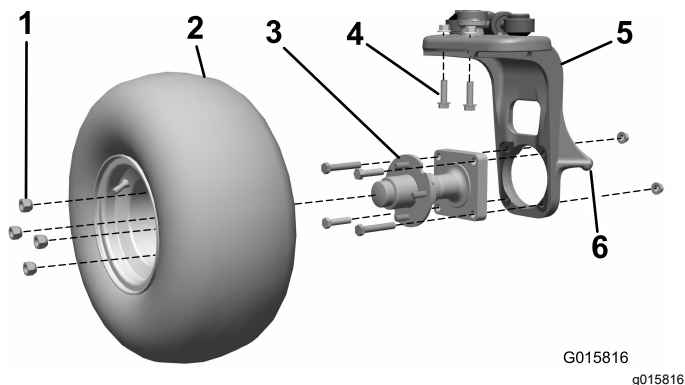

Figure 1
1. Élevez la machine au niveau du point de levage de la fourche pivotante (Figure 1).
4. Retirez les 2 boulons et les 2 écrous qui fixent le pivot de direction vertical à la roue pivotante (Figure 1). Mettez ces pièces au rebut.
2. Déposez la roue du moyeu. Conservez soigneusement les écrous de roues (Figure 1).
3. Retirez les 4 boulons et les 2 écrous qui fixent le moyeu de roue sur la fourche pivotante (Figure 1). Mettez toutes les pièces au rebut.